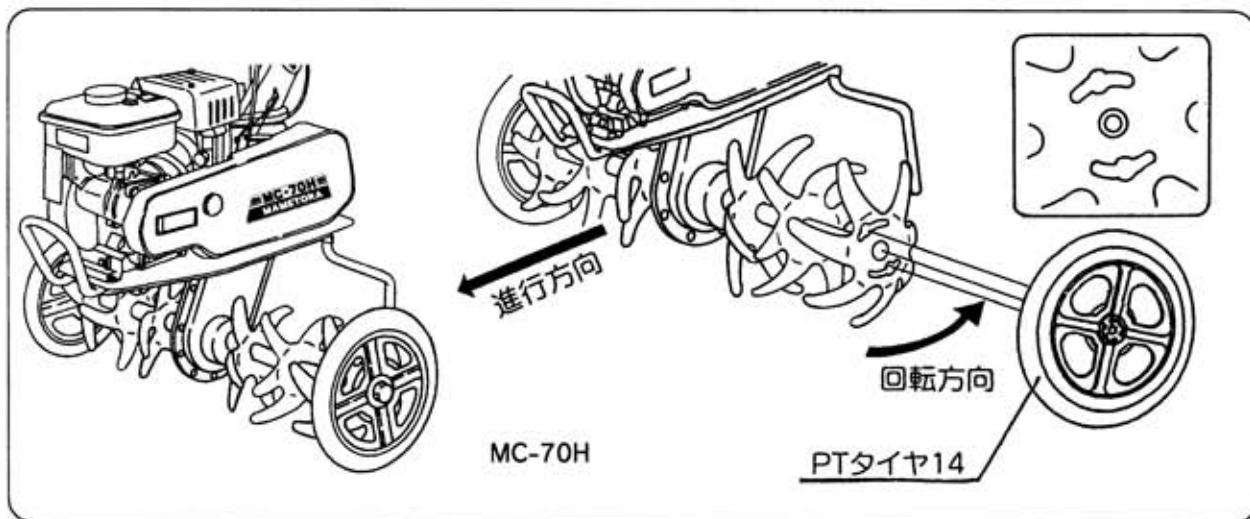

図3-②
2) PTタイヤ(移動用車輪)の組立(図3-②)
PTタイヤは(図3-②)のように取付けます。